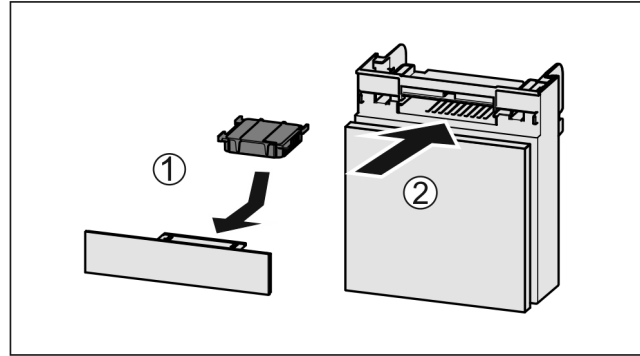

Fig. 115
- ▶ Helyezze be Fig. 115 (1) az aktívszén-szűrőt az ábrán látható módon.
- ▶ Tolja be Fig. 115 (2) a rekeszt.